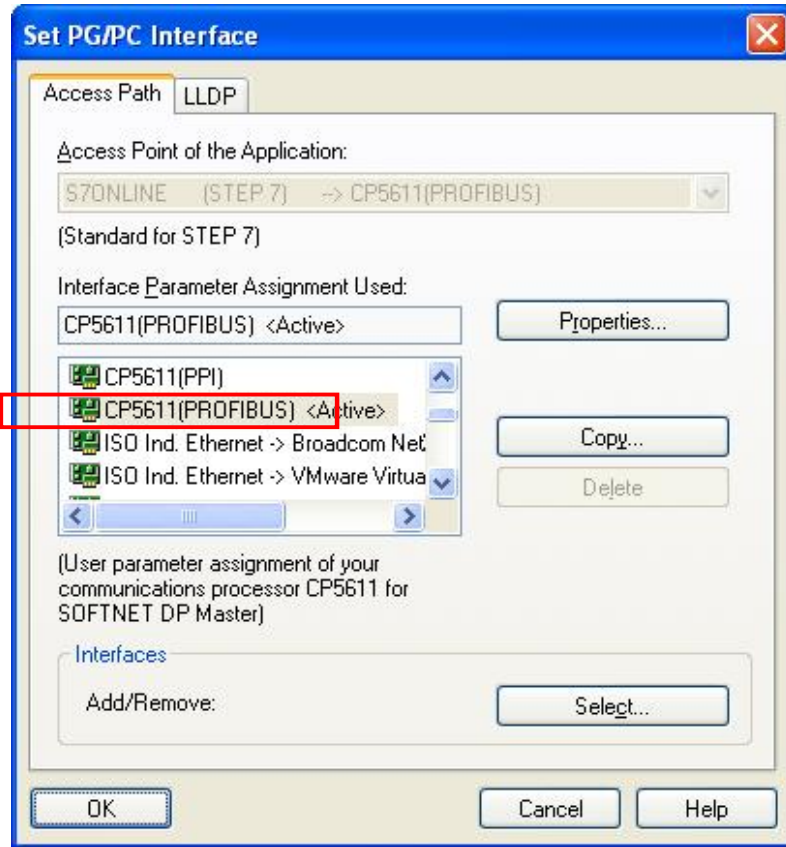

图 14
10. 打开“ Set PG/PC Interface” 窗口，此时也可选择“ CP5611(PROFIBUS)” 如图 14，这两种接口参数分配方式都不影响 OPC Server 与 S7-200 的通讯功能